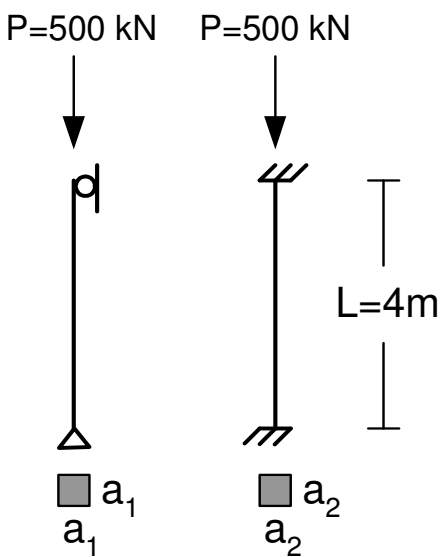

Figure 3
3. Two columns subjected to identical axial loads $P=500\text{kN}$ are shown in Figure 3. Both columns have square cross-sections with a_1 and a_2 as dimensions for the simply supported and fixed-fixed columns, respectively. By considering the safety factor, calculate the minimum possible values for a_1 and a_2 to prevent buckling. $E = 210 \text{ GPa}$, $n_{cr} = 2$ (25 points).
3. Deux colonnes sont soumises aux charges axiales identiques $P=500\text{kN}$ sont illustrées à la Fig 3. Les deux colonnes ont des sections carrées avec a_1 et a_2 comme des dimensions pour les colonnes rotule-rotule et encastrée-encastrée, respectivement. En considérant le facteur de sécurité, calculez la plus petite valeur possible pour a_1 et a_2 afin d'empêcher le flambement. $E = 210 \text{ GPa}$, $n_{cr} = 2$ (25 points).